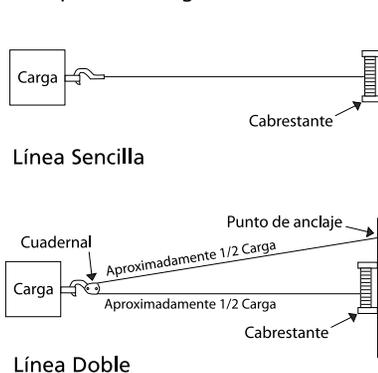

Figura 2
1. El AC1500 está clasificado para 680 kg (1,500 lb)(línea sencilla) de capacidad en la capa de cable de alambre más cercana al tambor. NO LO SOBRECARGUE. NO INTENTE TIRAR DE CARGAS GRANDES POR TIEMPO PROLONGADO. No mantenga la corriente al cabrestante si el motor entra en pérdida. Las sobrecargas pueden dañar el cabrestante y/o el cable y crear condiciones inseguras de operación. PARA CARGAS MAYORES DE 340 kg (750 lb.), RECOMENDAMOS EL USO DEL BLOQUE DE POLEAS OPCIONAL PARA DOBLAR LA LÍNEA DE CABLE DE ALAMBRE (Figura 2). Esto reduce la carga sobre el cabrestante y el esfuerzo del cable de alambre en un 50% aproximadamente. No enganche de vuelta al cabrestante. Siempre enganche sobre la estructura capaz de soportar la carga.